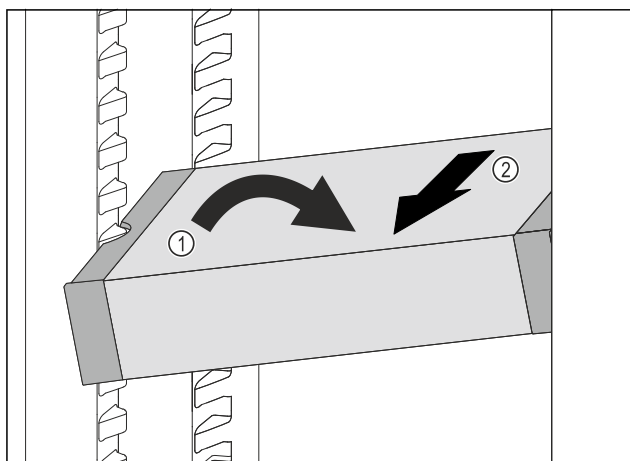

Fig. 152
- Incliner le VarioSafe dans la partie réfrigérateur. Fig. 152 (1)
- Sortir le tiroir VarioSafe par l'avant. Fig. 152 (2)